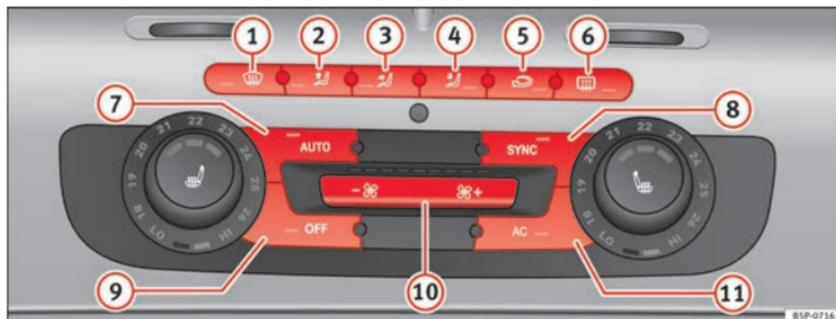

Abb. 136 Bedienelemente der 2C-Climatronic an der Instrumententafel.
- Zum Einschalten des manuellen Betriebs betätigen Sie eine der Tasten \Rightarrow Abb. 136 ① bis ⑤ oder aber die Gebläsetasten ⑩. Die jeweils eingestellte Funktion wird am Display des Radios bzw. des Navigationssystems angezeigt.
- Drücken Sie die Taste  ⇒ **Abb. 136 ②**, um den Umluftbetrieb ein- oder auszuschalten. Bei eingeschaltetem Umluftbetrieb erscheint am Display das Symbol .